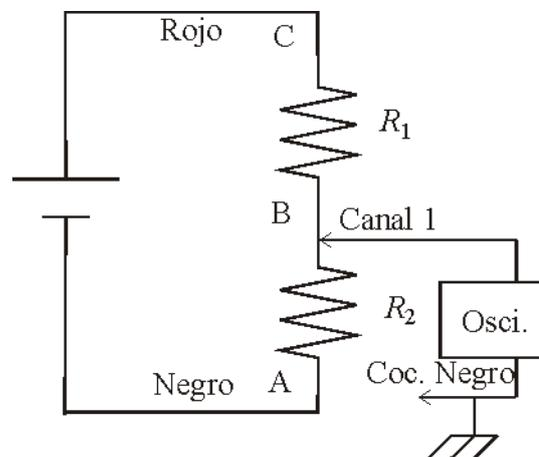

Figura 3.35: Representación esquemática del montaje B para la medida de la caída de tensión V_{BA} del circuito de la Figura 3.33.
- Montaje B: Ver Figura 3.35. Este montaje no es correcto ya que el osciloscopio no tiene la referencia situada en ningún punto del circuito.